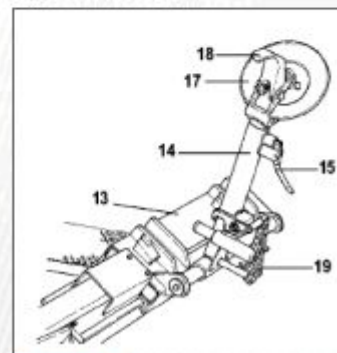

Рисунок 22
- 3) Убедитесь в том, что съемный рычаг находится с боковой стороны колеса. Если нет, нажмите на рычаг 19 (рис.22) и поверните его на 180°.
1) Установите кранштейн съемного рычага 14 (рис. 22) в не рабочее положение. Подведите его к внешней стороне колеса и установите рычаг.
2) Вращайте колесо, пока оно не одновременно вставит съемный рычаг 18 (рис.22) между ободом и бортиком, пока он не зафиксируется в этом положении.
7) Убедитесь в том, что съемный рычаг установлен на боковой стороне колеса. Если нет, нажмите на рычаг 19 (рис.22) и поверните его на 180°.
12) Рукояткой 19 (рис.22) поверните съемный рычаг на 180°.
21) Установите кронштейн съемного рычага 14 (рис. 22) в рабочее положение.
3) Опустите кронштейн зажимного устройства 14 (рис. 22), пока она не зафиксируется в нужном положении.
8) Отведите кронштейн съемного рычага 14 (рис.22) от обода. Отпустите рукоятку и установите кронштейн в не рабочее положение.
9) Нажмите на рычаг 19 (рис.22) и поверните лопку съемного рычага на 180°, которая при этом автоматически фиксируется. Установите кронштейн в рабочее положение.